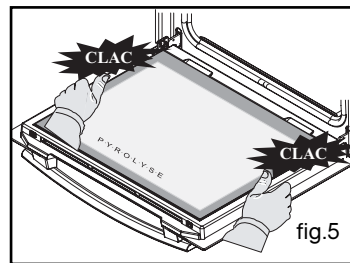

fig.5
- Clip uw laatste ruit vast door de vermelding "P.Y.R.O.L.Y.S.E" naar u toe te plaatsen (fig.5).